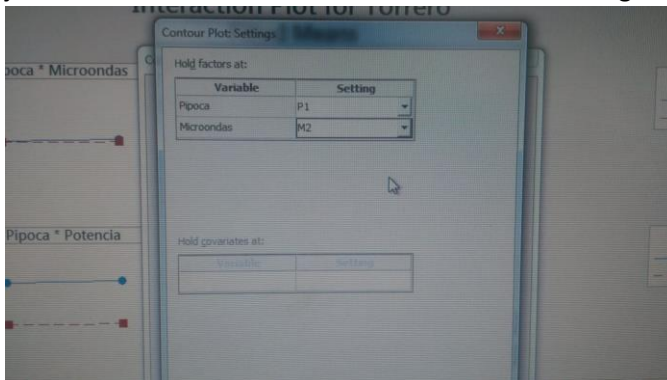
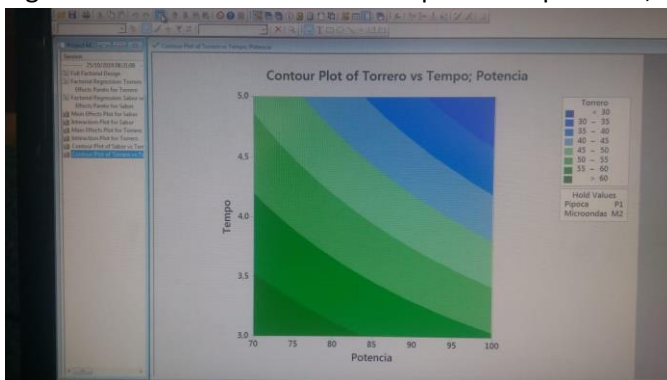

Figura 18 – Janela de “Settings” do “Contour Plot”.
Figura 19 – Gráfico de “Torrero” em relação a Tempo e Potência, fixados Pipoca P1 e Microondas M2.
- 18- Dentro do Box “Settings”, como se vê na Figura 18 abaixo, escolhemos os valores que iremos fixar para não variar, no caso “Pipoca” e “Microondas”, pois foram os dois mais significativos para pipoca marca P1 e micro-ondas marca M2, não sendo necessário variá-los. Clica-se “OK”, e volta para a janela “Contour Plot”. Clica “OK” novamente e será gerado o gráfico mostrado na Figura 19 abaixo.
- 19- O resultado para “Torrero”, fixado pipoca como P1 e micro-ondas como M2, e variando tempo e potência por serem as variáveis independentes mais críticas chega-se ao resultado mostrado na Figura 19 abaixo. Quanto mais tempo e mais potência, menos quantidade de “Torrero”.